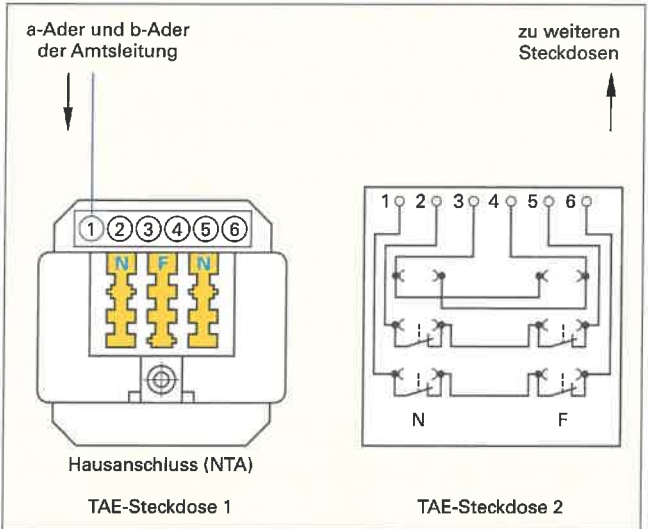

Bild 2: TAE-Steckdose
- Zeichnen Sie in Bild 2 die fehlenden Verbindungen ein, um mehrere TAE-Steckdosen über den Hausanschluss mit dem Anschlussnetz des Telefondienstanbieters zu verbinden.